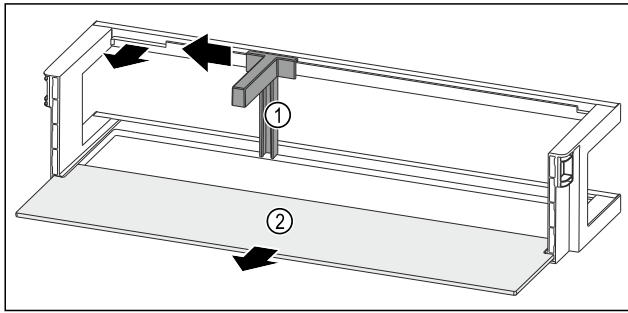

Fig. 118 Ajtópolc palacktartóval és tárolólappal
- ▶ A mélyedésig tolja oldalra a palacktartót Fig. 118 (1).
- ▶ Vegye ki a palacktartót Fig. 118 (1).
- ▶ Vegye ki a tárolólapot Fig. 118 (2).